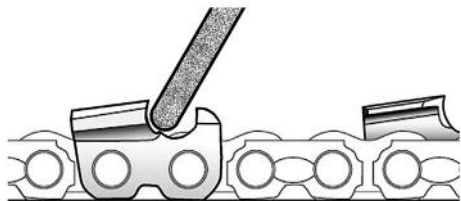

Рис. 15 Положение заточного диска относительно режущего зуба
1. Не включая электродвигатель, возьмитесь за рукоятку управления. Затем плавно опустите заточный диск в суппорт и переместите цепь так, чтобы заточный диск попал в выемку зуба и уперся в нее (Рис. 15, 17 п.1).